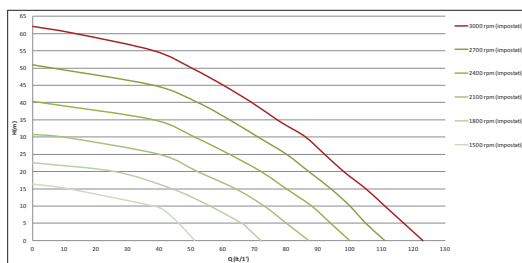
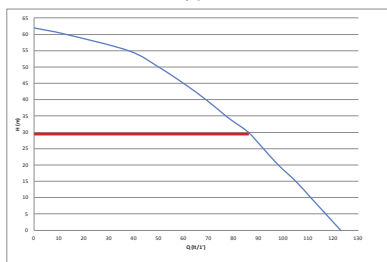

Рисунок 6
Рисунок 7
На Рис.6 на графике красным цветом нарисована характеристическая кривая гидравлических эксплуатационных характеристик при максимальной скорости вращения (насос не управляется инвертером). Получаем:
На том же графике на Рис.6, зеленым цветом выделены другие характеристические кривые, соответствующие уменьшенной скорости вращения электронасоса. Инвертор, автоматически модулируя скорость вращения электронасоса, позволяет ему перемещать собственную работу от одной характеристической кривой к другой, сохраняя постоянное заданное значение давления (SP). На практике, кривая, получаемая системой, пилотируемой инвертором, становится той, которая изображена на Рис.7 (с учетом величины SP по умолчанию = 3,0 бар).